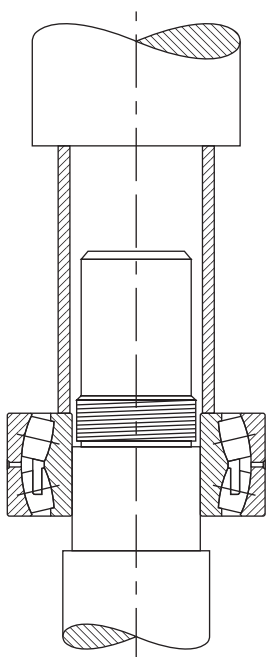

Рис. 17. Метод прессовой посадки.
- Альтернативный метод монтажа, который, как правило, используется только для подшипников малого диаметра, заключается в напрессовывании подшипника на вал или в корпус. С этой целью используют пресс и оправку как показано на рис. 17.